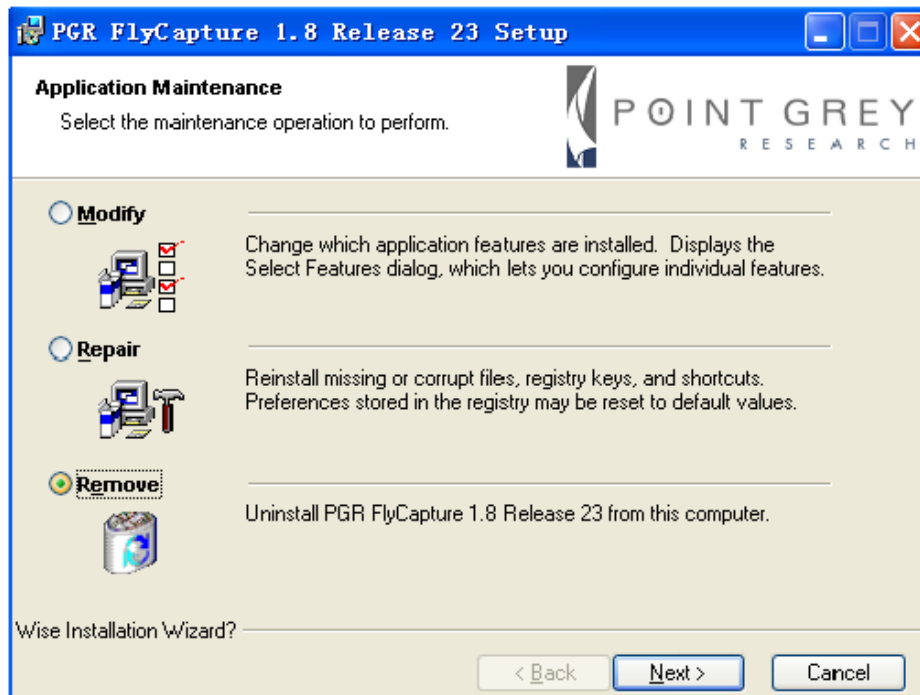

Fig. 2-46
1. Dê um clique duplo no ícone "flycapture 1.8.3..." para exibir a interface mostrada na Fig. 2-46